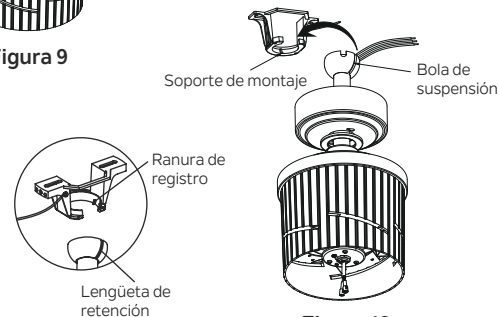

Figura 10
**Paso 6.** Ahora levante el cuerpo del motor a su posición y coloque la bola de suspensión en el soporte de montaje. Gire hasta que la “lengüeta de retención” haya caído en la “ranura de registro” y se asiente firmemente. (Figura 10) Todo el cuerpo del motor no debe girar si se hace correctamente.